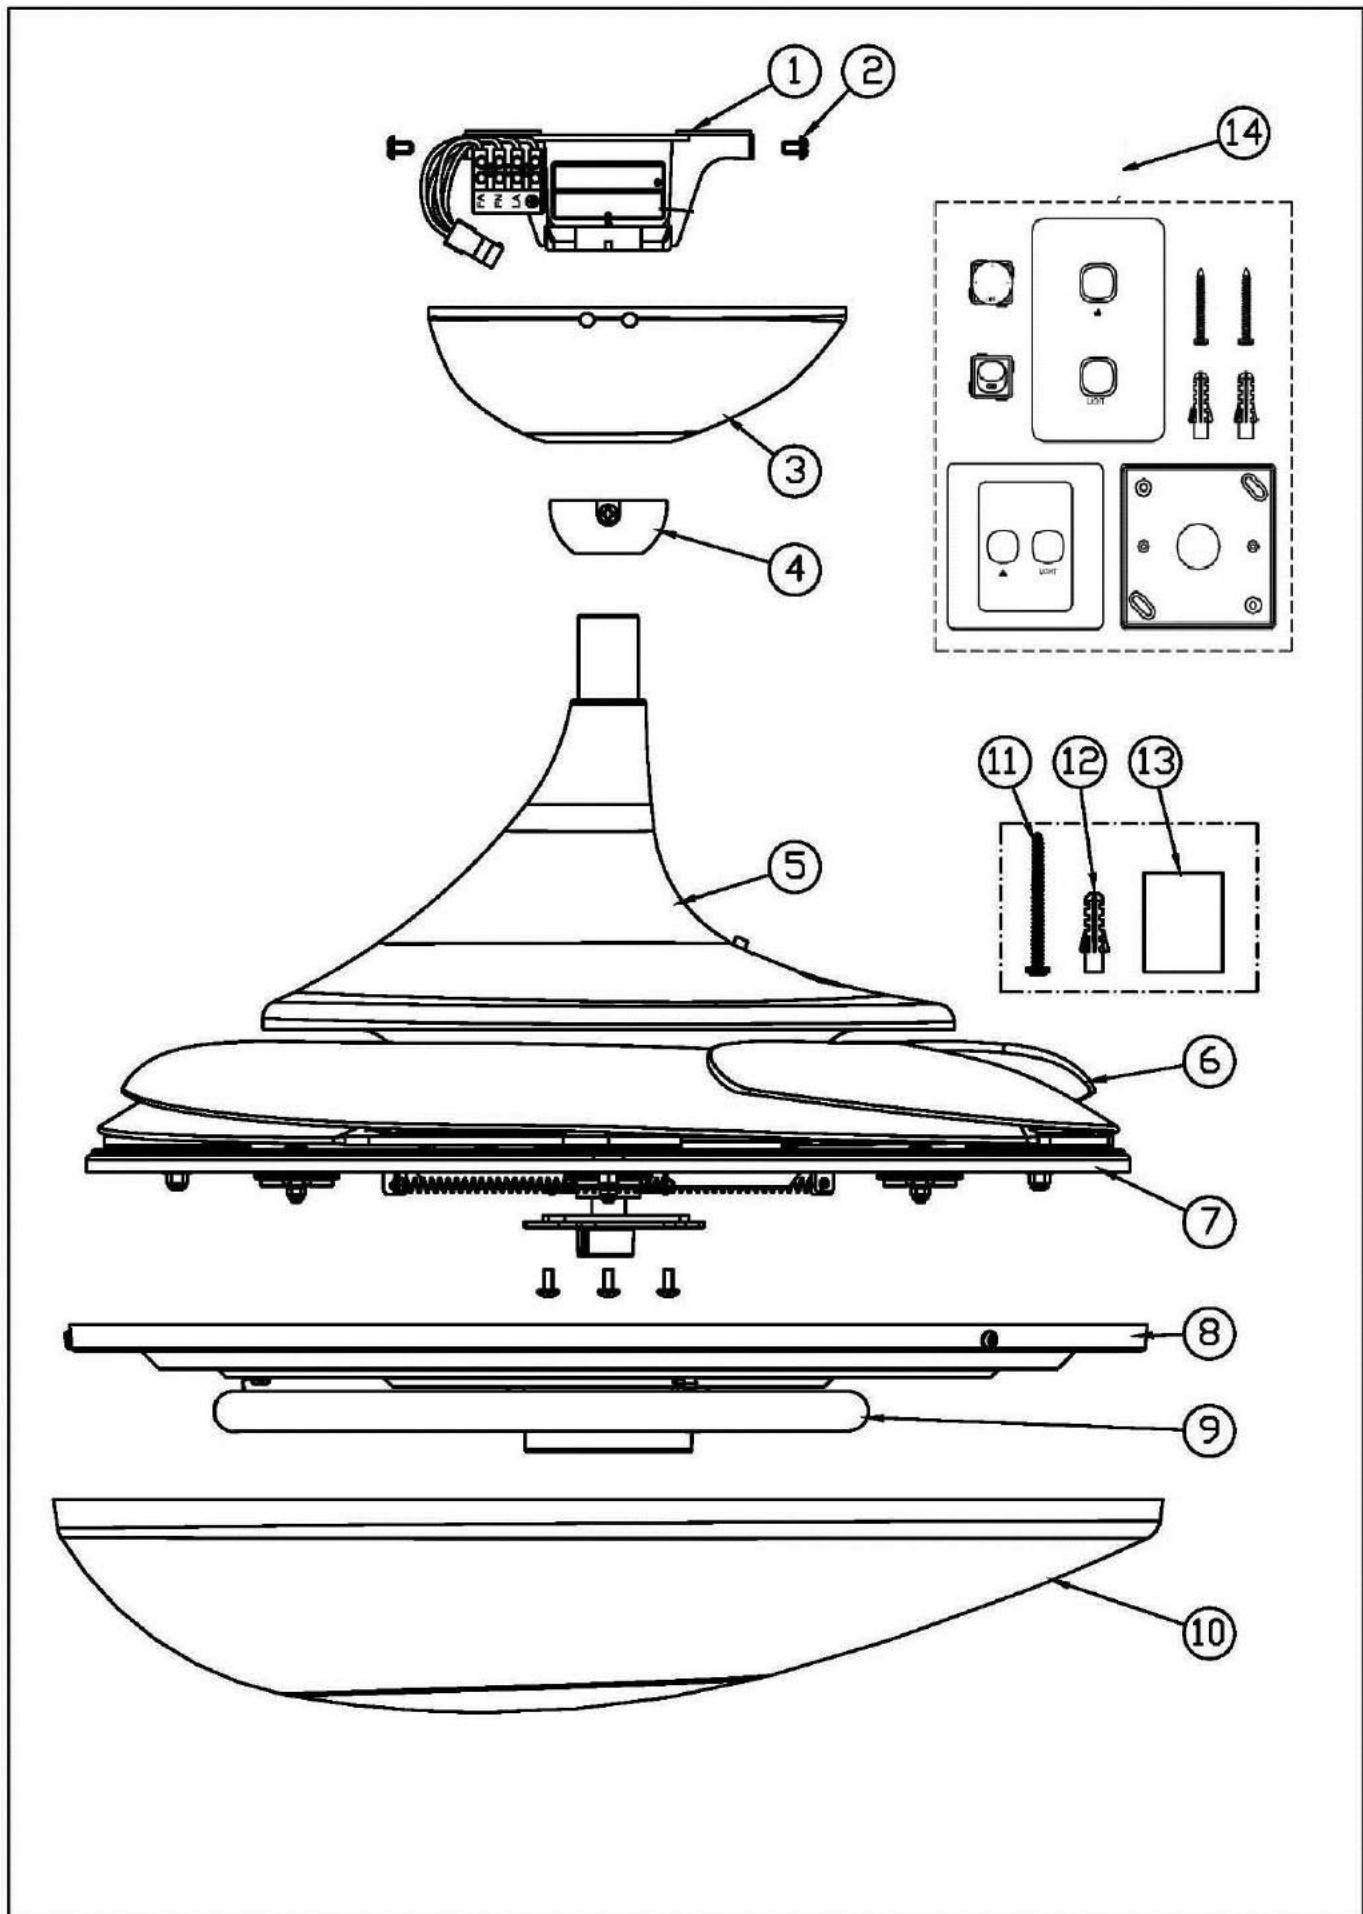

figura 1
Disimballare il ventilatore e identificarne tutti i componenti. Consultare la figura 1.
- 1) Rimuovere la calotta da soffitto (N. 3 – Figura 1) allentando le 4 viti a intaglio.